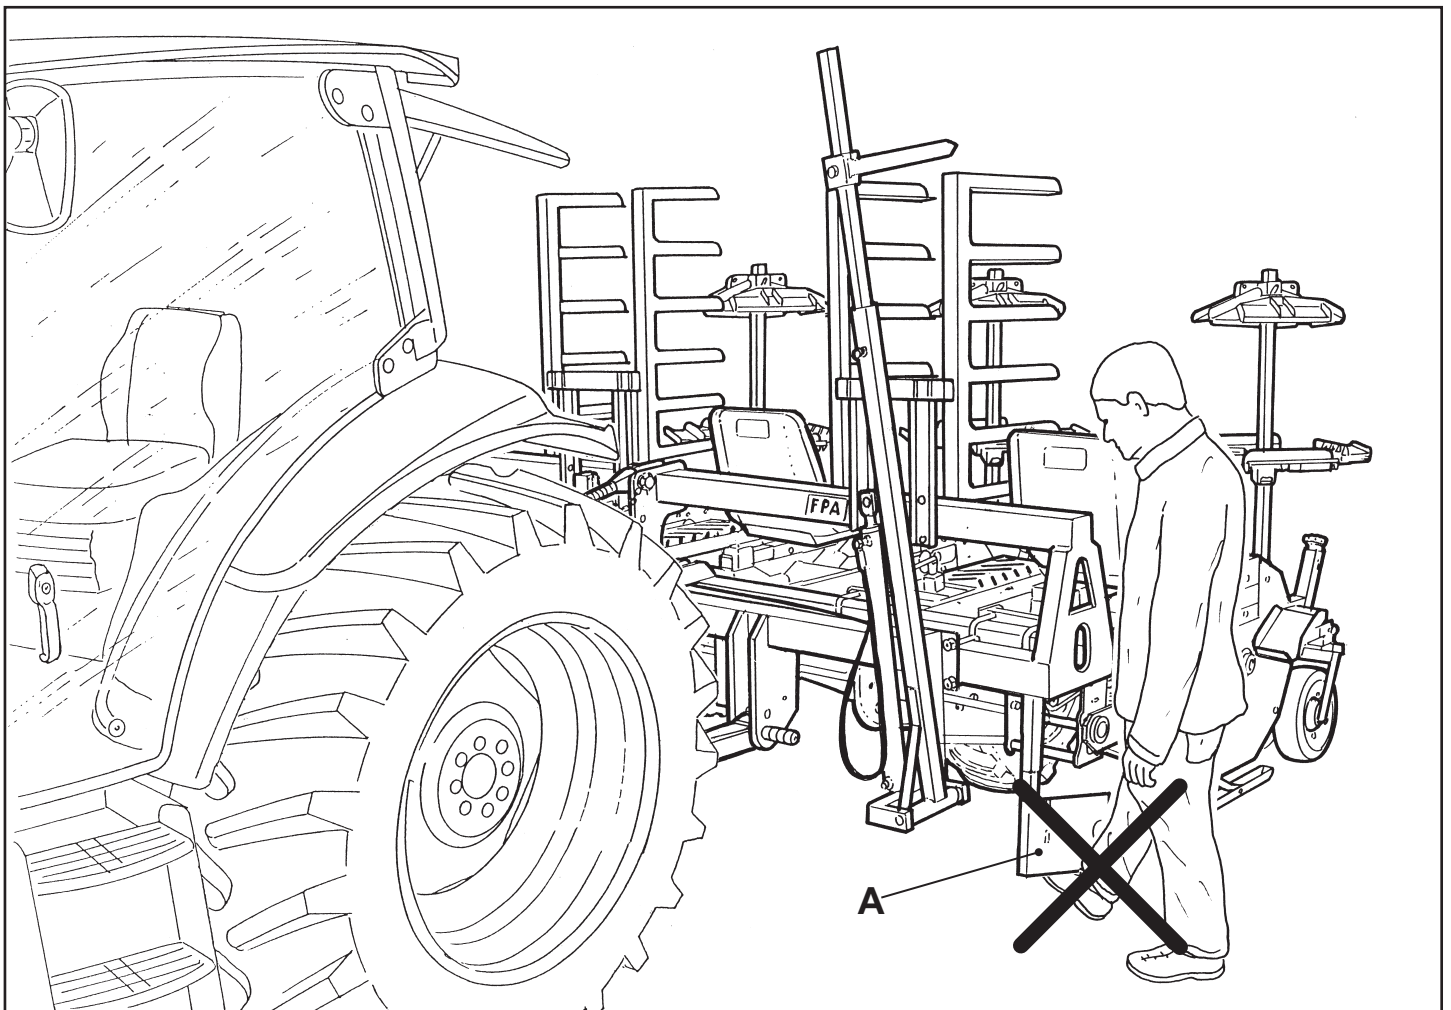

Fig. 5
ATTENZIONE: PERICOLO DI SCHIACCIAMENTO (Fig. 5)! Fare molta attenzione quando si conduce la macchina, che nessuna persona si avvicini in prossimità dei vomeri (A), in quanto questa si esporrebbe ad un rischio di **SCHIACCIAMENTO E TRASCINAMENTO** degli arti con conseguenti lesioni.
WARNING: CRUSHING HAZARD (Fig. 5)! When driving make sure that nobody approaches to the ploughshares (A), as this could cause crushing and dragging with consequent injuries.
SEMENT (Fig. 5)!** Faites très attention